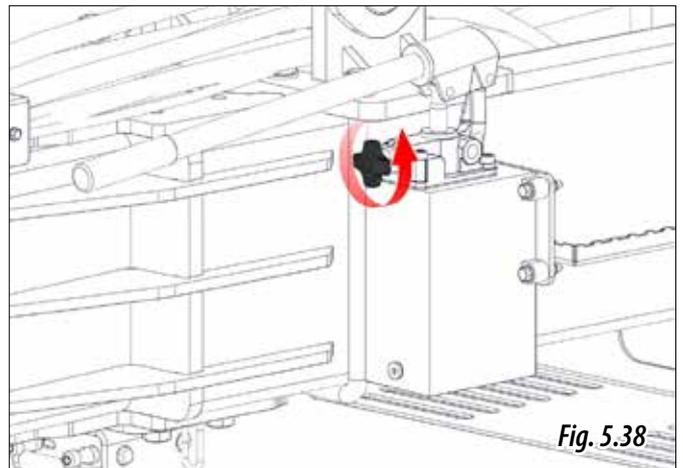

Fig. 5.38
- 1- Aflojar la llave de la bomba manual (Fig. 5.38) para subir el telescópico del pie, una vez este arriba el pie, volver a apretar la llave.